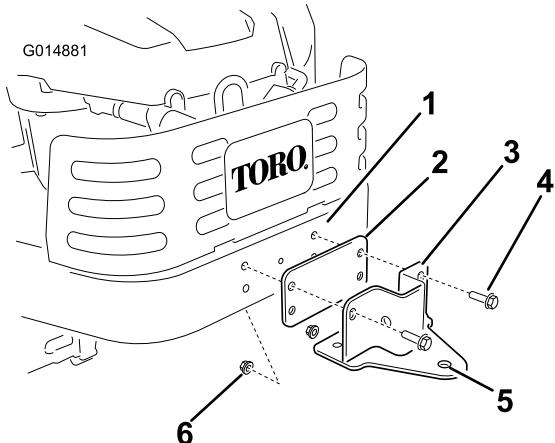

Figura 10
- Localice la placa espaciadora del soporte del bastidor del ensacador entre las piezas sueltas. Instale la placa y el soporte en el bastidor de la máquina según se muestra en Figura 10. Sujete la placa y el soporte al bastidor usando dos pernos (5/16 x 1 pulgada) y dos contratuercas (5/16 pulgada).